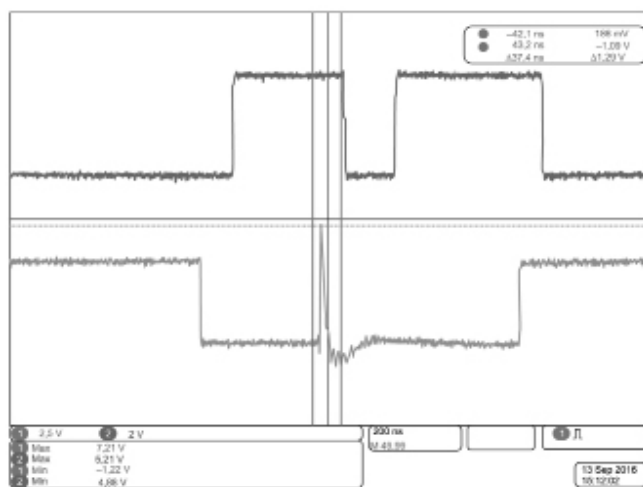

Рисунок 3 – Влияние коротких импульсов с $U_{\text{ген}} = 500 \text{ В}$ при индуктивности связи 8 нГн
Короткие импульсы от стандартного генератора поступали через лабораторные разъемы. При изменении конфигурации разъема изменяется и индуктивность связи. Таким образом, согласно уравнению (1), короткие импульсы передаются при разных уровнях напряжения. На рисунок 3 показано влияние помехи на прямоугольный сигнал. Синим цветом помечен сигнал на входе приемника. Нарастающий фронт короткого импульса приводит к появлению положительного пика на низком уровне тактируемого сигнала. Как видно по поведению красной кривой на рисунок 3, помеха на входе приемника нарушает обработку сигнала (непродолжительное изменение коммутационного состояния). В результате увеличения интенсивности помехи увеличиваются результирующие токи и напряжения других сигналов. Для лучшего сравнения этих результатов импульсное